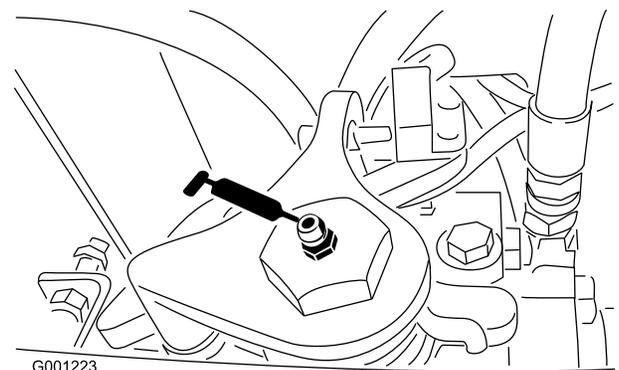

図 41
- ・ トランスミッションのニュートラルシャフト(図 41)